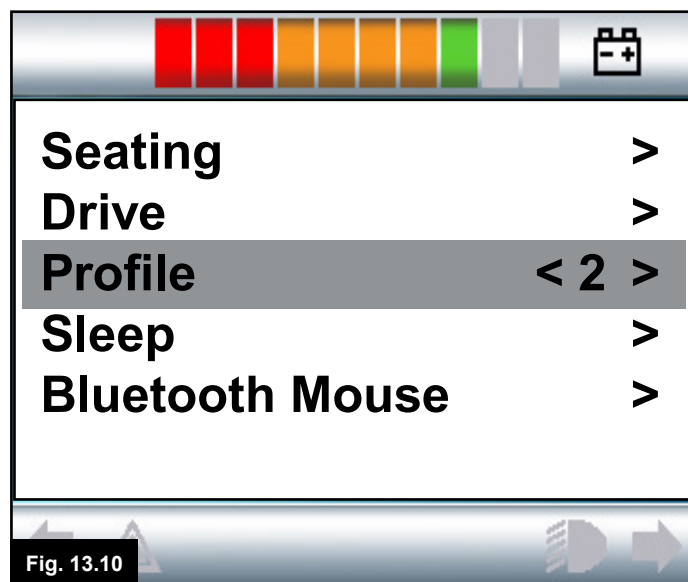

Fig. 13.10
13.16 Displaybakgrunn (Fig. 13.10)